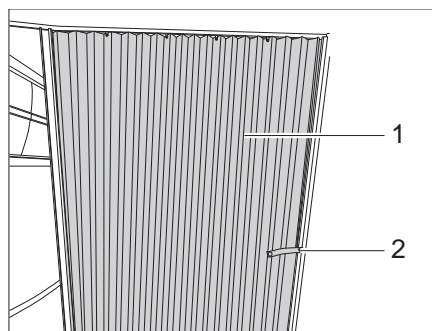

Bild 174 Faltporhang
- Das Sicherungsband (Bild 174,2) lösen.
- Faltporhang (Bild 174,1) in Schließstellung ziehen.
- Faltporhang (Bild 174,1) in die Öffnungsposition führen.
- Faltporhang mit dem Sicherungsband (Bild 174,2) befestigen.